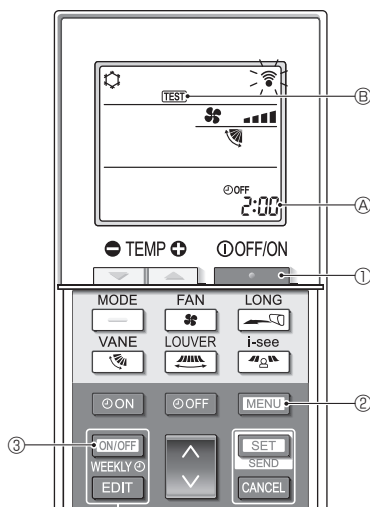
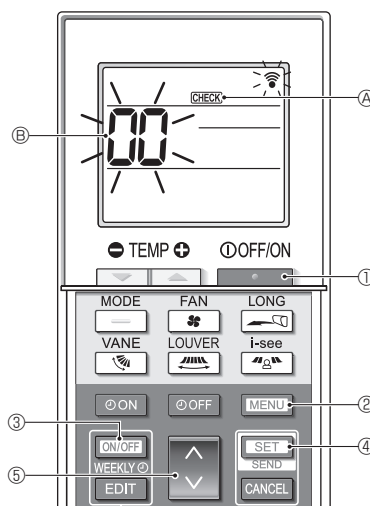

Fig. 7-5
Fig. 7-6
■ Prueba de funcionamiento (Fig. 7-5)
- Pulse el botón ① para detener el acondicionador de aire.
- Si el temporizador semanal está activado (se muestra **WEEKLY**), pulse el botón ③ para desactivarlo (no se muestra **WEEKLY**).
- Pulse el botón ② durante 5 segundos.
- Pulse el botón ②.
- Se muestra **TEST** ⑧ y la unidad entra en el modo de prueba de funcionamiento.
- ④ : Cambie el modo de funcionamiento entre refrigeración y calefacción e inicie la prueba de funcionamiento.
- ⑤ : Cambie la velocidad del ventilador e inicie la prueba de funcionamiento.
- ⑥ : Cambie la dirección del flujo de aire e inicie la prueba de funcionamiento.
- ⑦ : Cambie la rejilla e inicie la prueba de funcionamiento.
- ⑩ : Inicie la prueba de funcionamiento.
- Pulse el botón ① para detener la prueba de funcionamiento.
■ Autocomprobación (Fig. 7-6)
- Se muestra **CHECK** ⑧ y la unidad entra en el modo de autocomprobación.
- Pulse el botón ④ para seleccionar la dirección del refrigerante (dirección M-NET) ⑥ de la unidad interior para la que desea realizar la autocomprobación.
- Pulse el botón ⑩.
- Pulse el botón ①.
- CHECK** ⑧ y la dirección del refrigerante (dirección M-NET) ⑥ se apagan y se completa la autocomprobación.